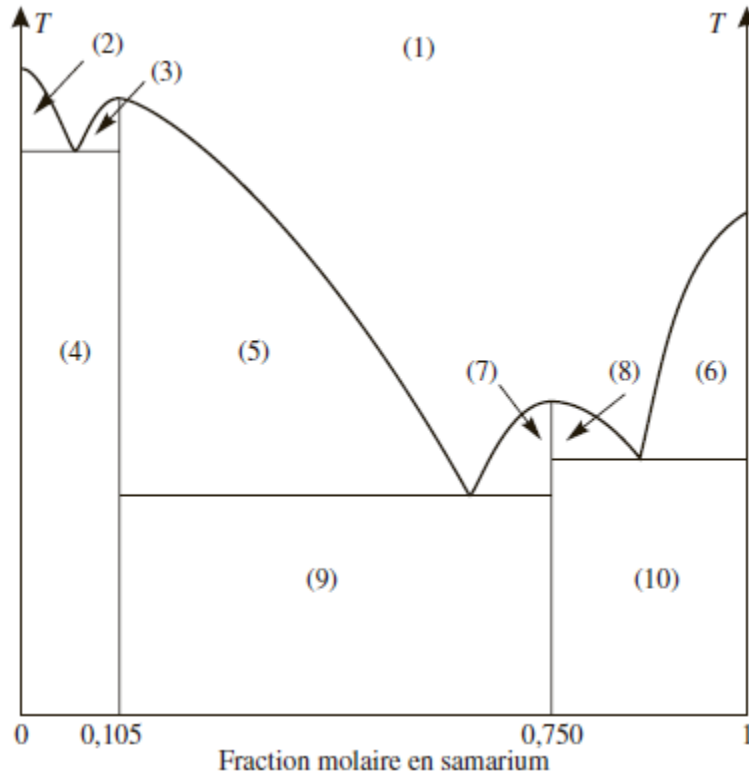

Figure 1 : Diagramme binaire isobare Samarium-Cobalt
- Quel renseignement sur la particularité du mélange nous apporte l'aspect du diagramme de la figure 1 ?
- Préciser les phases en présence dans les différents domaines de (1) à (10) ?